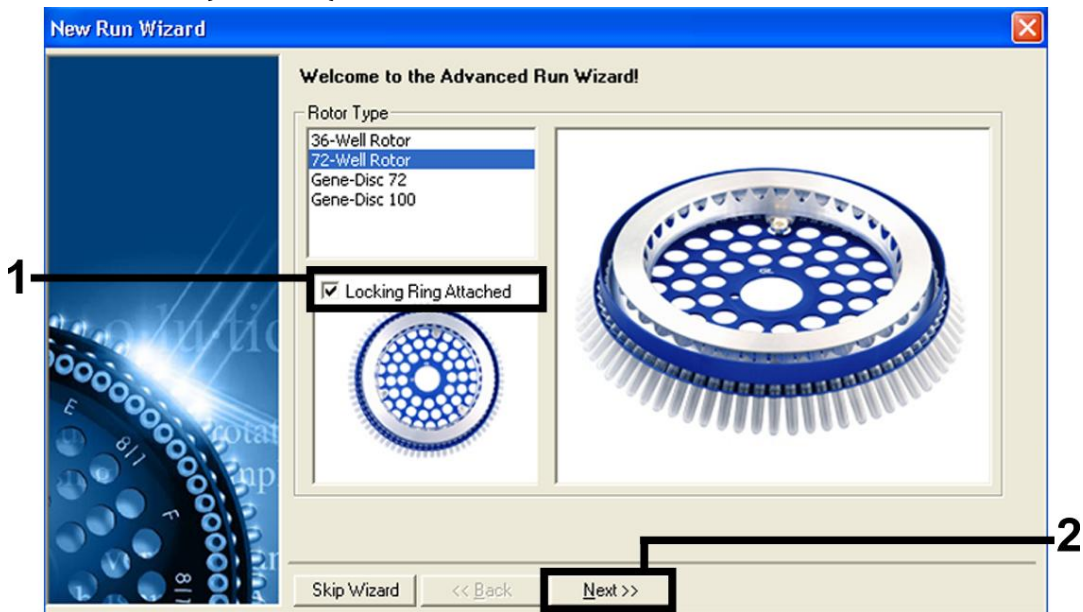

Figure 4. Boîte de dialogue « New Run Wizard ».
Définition des paramètres généraux d'analyse	Figures 4, 5, 6
6. Tout d'abord, ouvrir la boîte de dialogue « New Run Wizard » (Assistant de lancement d'un nouveau cycle) (Figure 4). Cocher la case « Locking Ring Attached » (Anneau de blocage posé) et cliquer sur « Next » (Suivant).